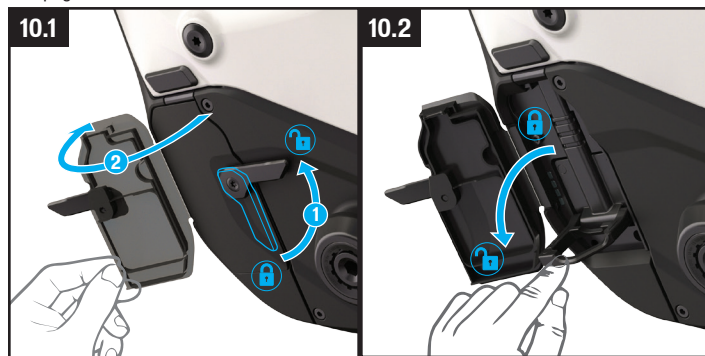

Fig. 10.1
- Reinserire il terminale del cablaggio principale nella porta e ruotare nuovamente la leva in posizione chiusa. Chiudere il coperchio della porta per ricarica per evitare l'ingresso di acqua e detriti (Fig. 10.1).